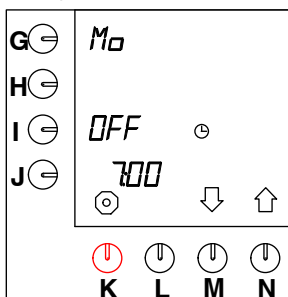

Fig. 32 Föruppvärmning behållare
- På displayen visas OFF i positionen bredvid programmeringstangenten (I.) (fig. 32).